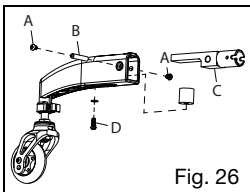

Fig. 26
2. Quite el tornillo de 6 mm del lado del brazo de la quinta rueda dinámica (Fig. 26:A) usando dos llaves Allen de 4 mm.
3. Con una llave Allen, empuje el cilindro roscado (Fig. 26:B) fuera del ensamble del brazo.
4. Deslice el receptor tubular (Fig. 26:C) fuera del ensamble.
5. Quite el tornillo de 6 mm ubicado en la parte inferior del ensamble. Esto liberará el elastómero (Fig. 26:D). Quite el elastómero y colóque a un lado.
7. Enrosque el tornillo de 6 mm y la arandela (Fig. 26:D) a través de la ranura y dentro del inserto roscado del elastómero.
8. Vuelva a apretar el tornillo de 6 mm (Fig. 26:D). Tenga cuidado de no apretar demasiado.
9. Vuelva a insertar el receptor tubular (Fig. 26:C) en el brazo. Tenga cuidado de colocar el brazo plano del receptor tubular sobre la parte superior del elastómero.
10. Alinee los orificios del brazo y el receptor tubular para insertar el cilindro roscado (Fig. 26:B) y 6mm (Fig. 26:A).
11. Apriete los tornillos de 6 mm (Fig. 26:A) usando dos llaves Allen de 4 mm.